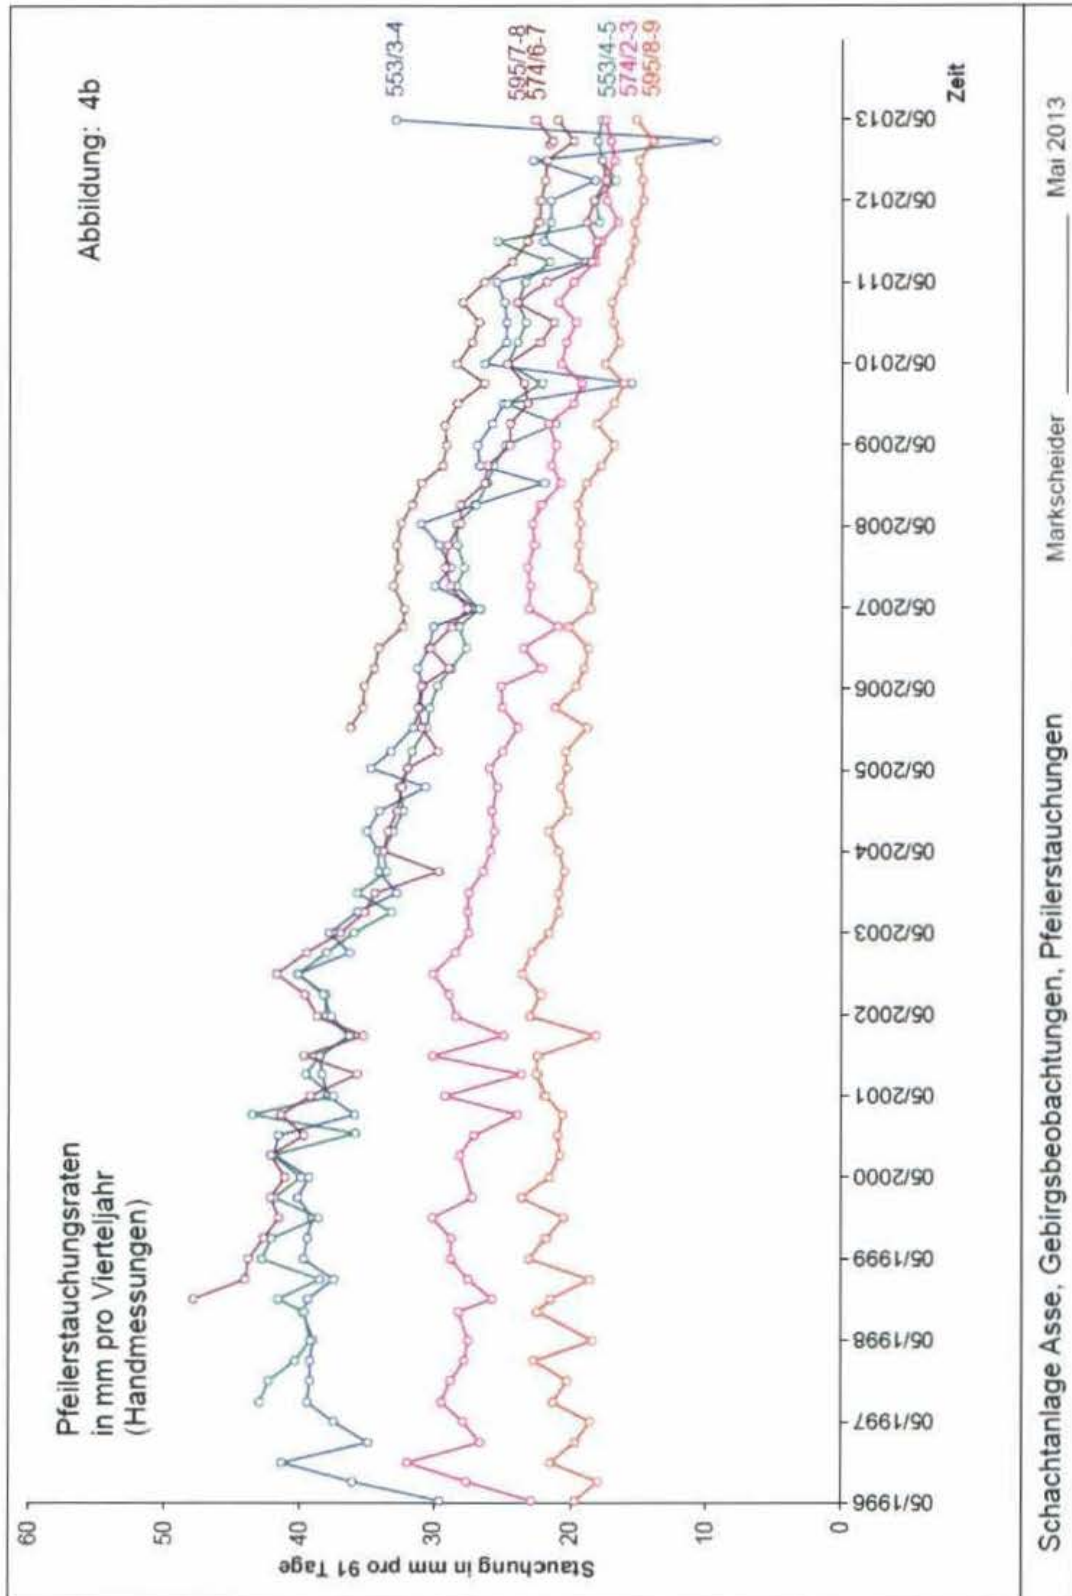

Abbildung 4b: Pfeilerstauchungsraten 553- bis 595-m-Sohle [mm/91 Tage]
- Abbildung 4b: Pfeilerstauchungsraten 553- bis 595-m-Sohle [mm/91 Tage]